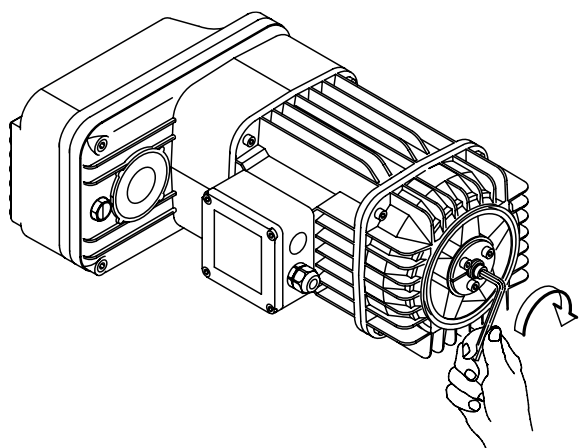

fig. 157
2. Ricollocare la vite a testa cava esagonale centrale (con le rondelle desiderate) e serrare a fondo la vite stessa (fig. 157).